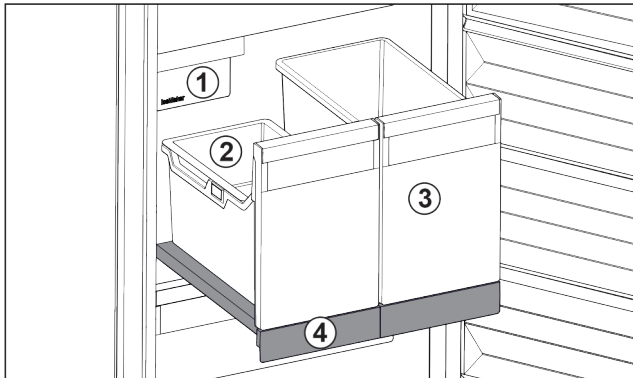

Fig. 17 Izvlačna ploča s IceTower
- (1) IceMaker
- (2) Ovjesa posuda za kockice leda
- (3) Spremnik za npr. pizzu, alkoholna pića
- (4) Izvlačna ploča
Na izvlačnoj ploči se nalaze dva visoka spremnika (IceTower). U spremniku se skupljaju i spremaju Fig. 17 (2) kockice leda iz IceMaker. Spremnik Fig. 17 (3) je prikladan za čuvanje visokih namirnica kao što su pizza ili alkoholna pića. Izvlačna ploča s IceTower montirana je na staklenoj ploči s izvlačnim vodilicama. Izvlačnu ploču možete rastaviti radi čišćenja.